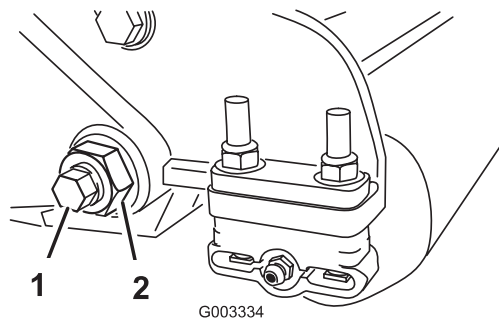
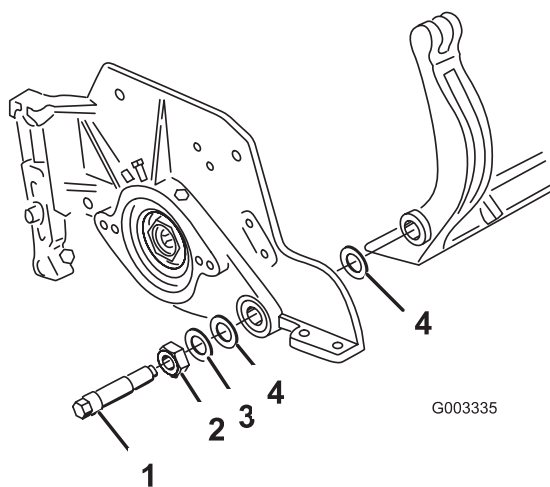

Figure 22
Figure 23
3. De chaque côté de la machine, desserrez le contre-écrou de fixation du boulon de la barre d'appui (Fig. 22).
4. Retirez les boulons de la barre d'appui de façon à pouvoir abaisser la barre et la déposer de la machine (Fig. 22). Mettez de côté les 2 rondelles en nylon et les 1 rondelles en acier estampé de chaque côté de la barre d'appui (Fig. 23).
2. Fixez la barre d'appui sur chaque plaque latérale avec les boulons (munis d'écrous de blocage) et de 6 rondelles. Une rondelle en nylon doit être placée de chaque côté du bossage de la plaque latérale. Placez une rondelle en acier à l'extérieur de chaque rondelle en nylon (Fig. 23). Serrez les boulons de la barre d'appui à 37–45 Nm. Serrez les contre-écrous jusqu'à ce que les rondelles en acier extérieures cessent de tourner et que le jeu axial ait disparu, mais ne serrez pas excessivement et ne fléchissez pas les plaques latérales. Les rondelles intérieures peuvent présenter un espace.